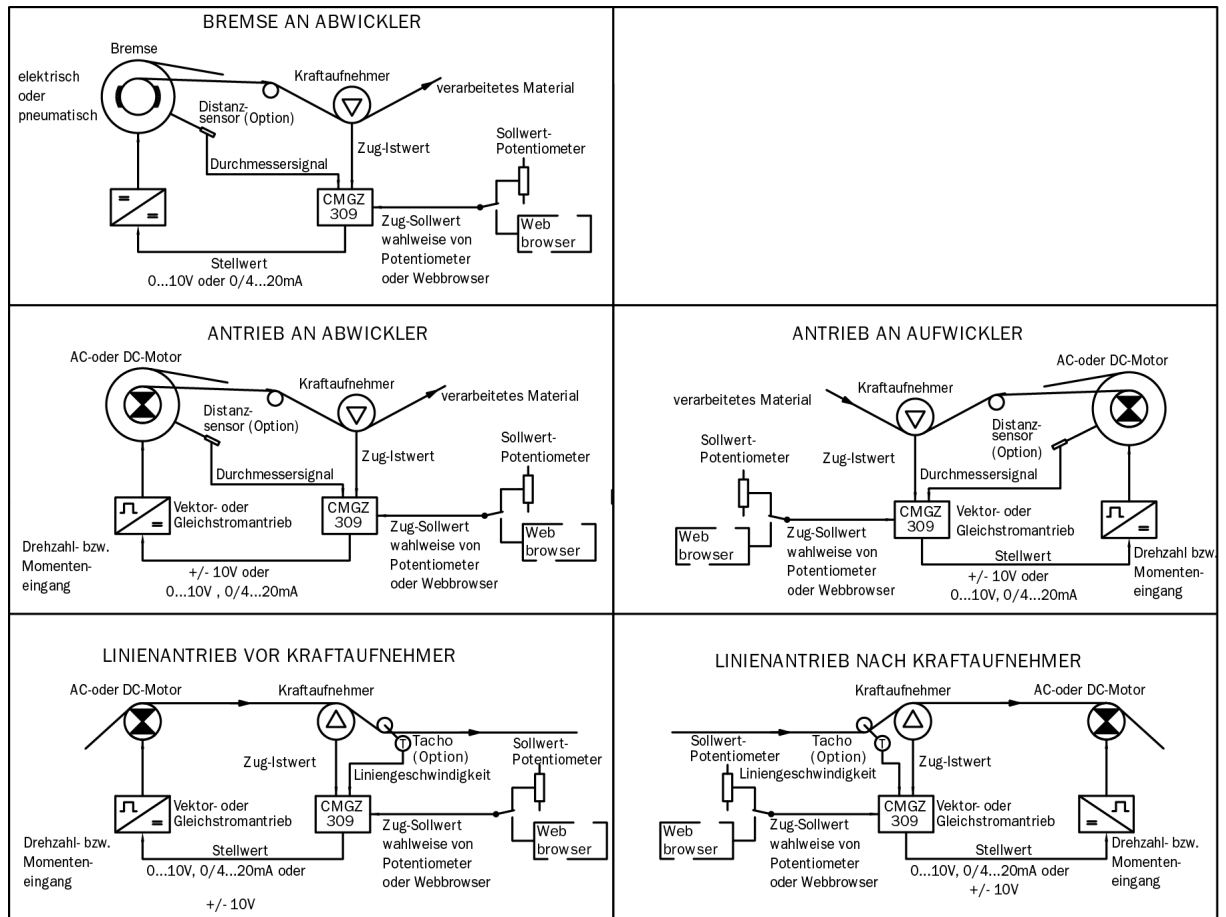

Bild 2: Prinzipschemata Reglerapplikationen
- Betriebsarten wie: Abwickler-Bremse, Abwickler-Antrieb, Aufwickler-Antrieb, Linienantrieb (siehe **Bild 2**).